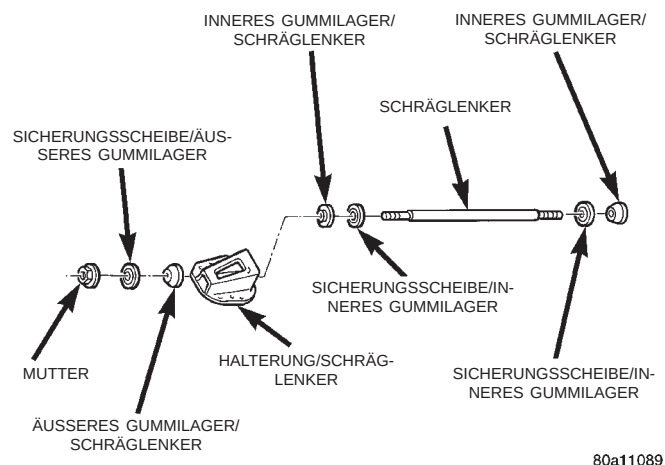

Abb. 50 Gummilager des Schräglenkers einbauen
(1) Sicherungsscheibe des inneren Gummilagers und inneres Gummilager auf den Schräglenker montieren (Abb. 50). Den Schräglenker mit Sicherungsscheibe und Gummilager an der Halterung montieren (Abb. 50). Dann die Distanzscheibe, das äußere Gummilager, die Sicherungsscheibe und die Mutter auf dem Schräglenker montieren (Abb. 50). Die Mutter auf dem Schräglenker mit einem Anzugsmoment von 99 N·m (73 ft. lbs.) festziehen.
(2) Schräglenker am Hinterradträger montieren.